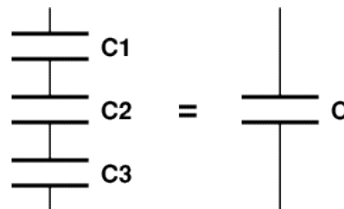

Рисунок 1- Последовательное соединение 3-х конденсаторов и эквивалентный участок.
1) Последовательное соединение (рисунок 1), при котором его